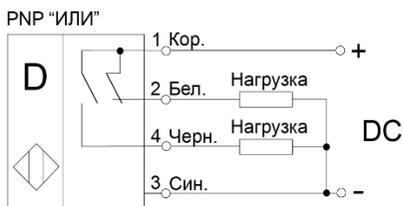

Рисунок 2 - Варианты схем подключения детекторов
3.7 Детекторы включаются в электрическую цепь по 4-х проводной схеме (Рис.2). Соответствие выводов и схема подключения указаны в маркировке детектора.